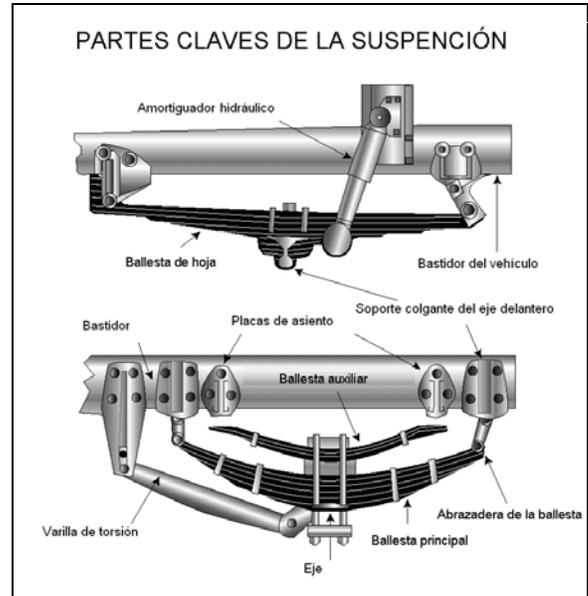

Figura 2.2
- Barras de suspensión con ballesta que permiten el movimiento del eje desde la posición adecuada. Vea la Figura 2.2.
- Varilla o par de torsión, pernos en u, barras de suspensión con ballesta, u otras partes de posición del eje que estén rajadas, dañadas o faltantes (Figura 2-2).